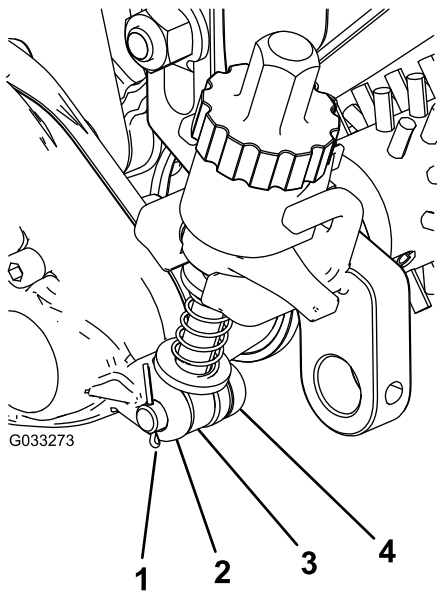

图19
3. 将靠近疏草刀驱动箱的调整臂组件杆滑入驱动箱上的间隙然后用调节销和开口销固定 图19。